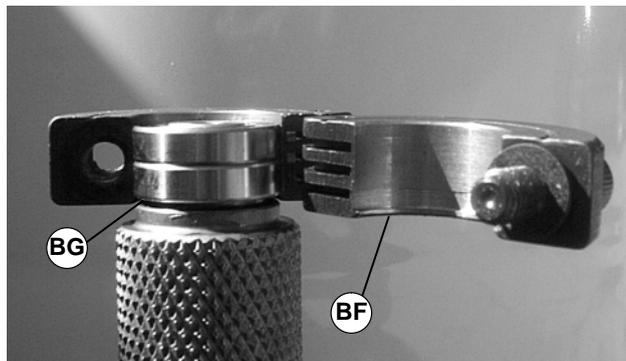

Abbildung 39
1. Das Lagerausbauwerkzeug (Teilnr. 450281) über das/die Lager legen, wobei sich die Lippe (BF in Abbildung 39) wie gezeigt in der Lagerspalte befinden sollte (BG).